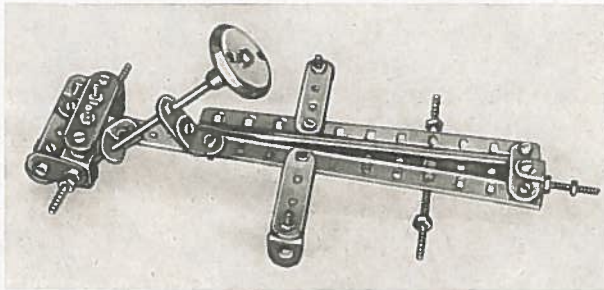

Fig. 3a
1. Rahmen, s. Fig. 3a.
Alle anderen Teile wie Lenkmechanismus, Lenkhebel, Lenkspindel, Lenkrad, Räder, Hinterachse sowie Sitze werden wie bei Modell 3 und den Fig. 3a, 3b und 3c gebaut.